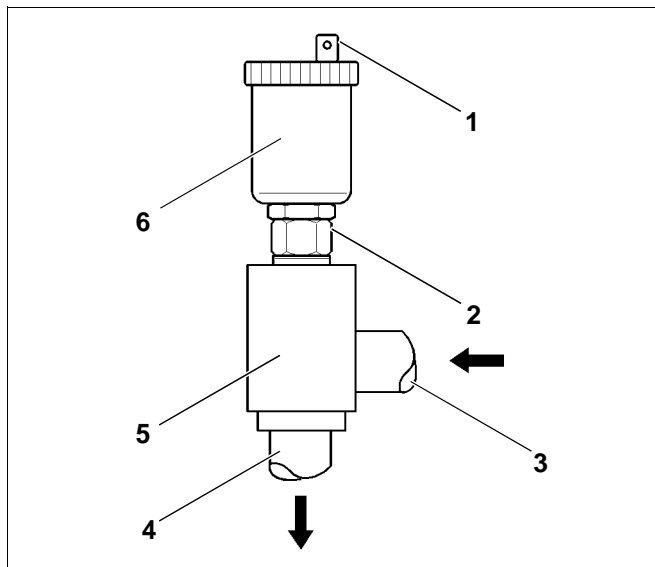

Fig. 21 Disaeratore automatico
- 1 Svitare e pulire il disaeratore automatico (fig. 21, **pos. 6**). Lo sporco può avere eventualmente otturata la valvola di disaerazione.
- I Disaerare l'impianto. Per fare questo si deve svitare almeno di 2 giri la vite di chiusura del disaeratore (fig. 21, **pos. 1**, pagina 16).